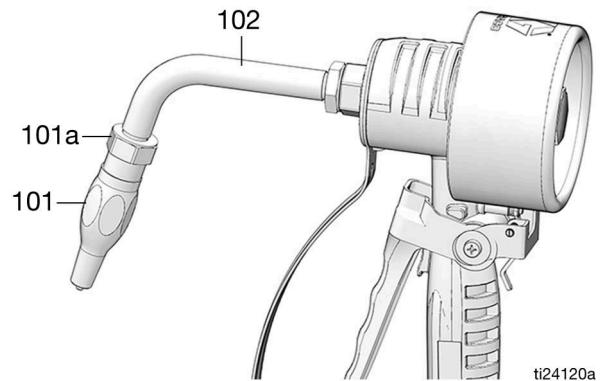

ABB. 7
- a. Düse (101) auf Verlängerung (102) aufschrauben, wie dargestellt in ABB. 7.
- b. Einen verstellbaren Maulschlüssel an den flachen Stellen der Düsenbuchse (101a) ansetzen (ABB. 7), um das Fitting festzuziehen.